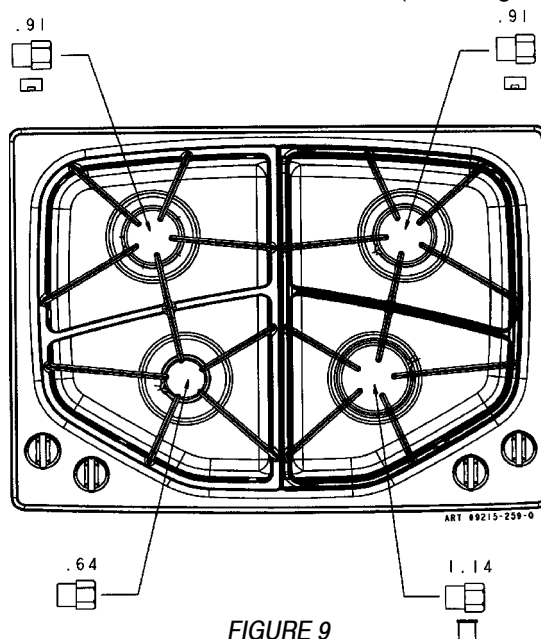
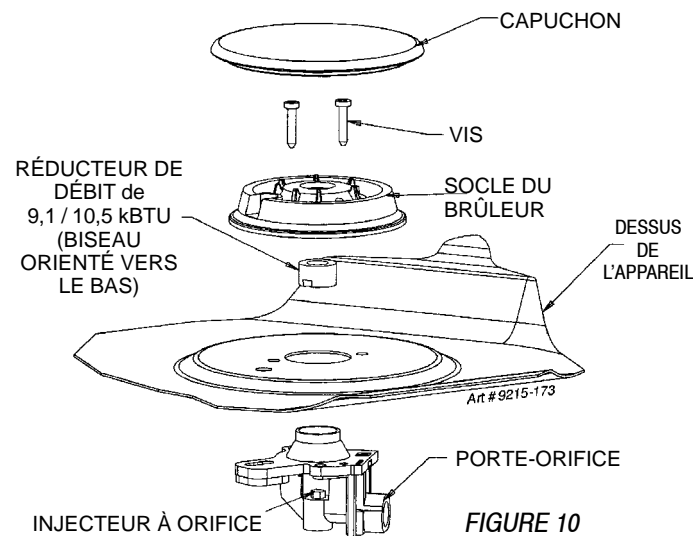

FIGURE 9
FIGURE 10
JGC8430 – 76.2 CM/30 PO - Placer un ou plusieurs réducteurs de débit pour brûleurs de 9,1 / 10,5 KBTU dans les porte-orifices arrière droit et gauche (voir figure 9) avec le biseau orienté vers le bas (voir la figure 10).
JGC8536 – 91.4 CM/36 PO - Placer un ou plusieurs réducteurs de débit pour brûleurs de 9,1 / 10,5 KBTU dans les porte-orifices avant droit et arrière gauche avec le biseau orienté vers le bas (voir la figure 10).
2. **JGC8430 – 76,2 CM / 30 PO** - Retirer les réducteurs de débit des porte-orifices arrière gauche et droit et avant droit (voir les figures 10 et 11). S'il y a lieu, une simple attache de bureau peut être utilisée pour enlever les réducteurs de débit arrière gauche et droit.
JGC8536 – 91,4 CM / 36 PO - Retirer les réducteurs de débit des porte-orifices arrière gauche, central et avant droit (voir les figures 10 et 11). S'il y a lieu, une